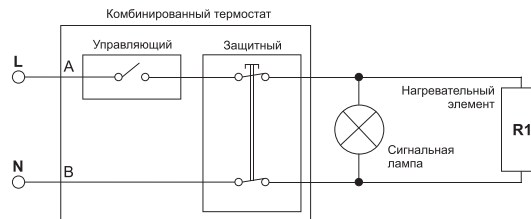
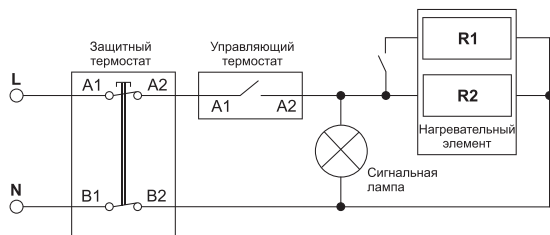

Рис. 7. Электрическая схема для моделей E-series, O'Pro, EGO, O'Pro+, O'Pro TURBO
Рис. 8. Электрическая схема для моделей Steatite (S4CM).
Подключение моделей O'pro (PC) (рис. 7) и моделей D400–2-BC, D325–2-BC, EXPERT, TURBO (рис. 8, 9, 10):
Подключение моделей O'Pro (PC) (рис. 7) и моделей D400–2-BC, EXPERT, TURBO (рис. 8, 9, 10):